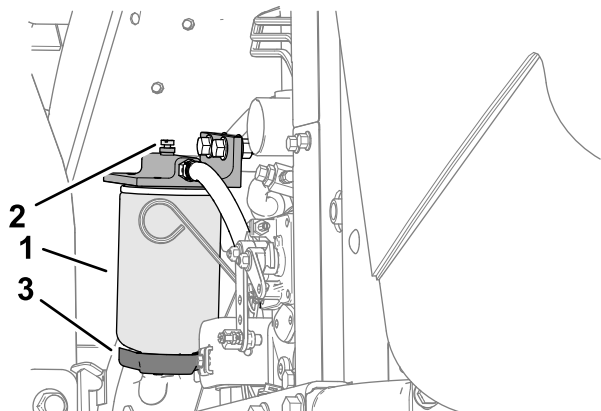

图 68
4. 松开过滤器过滤筒底部的排油阀 (图 68)。
3. 清洁滤清器过滤筒的安装区域 图 68。